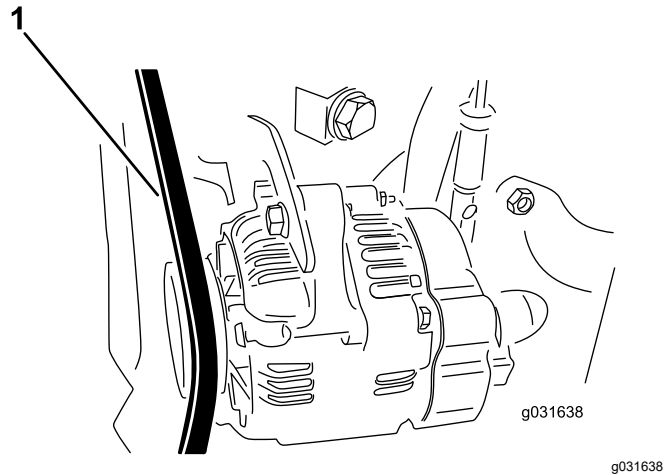

图 59
- 2. 向交流发动机皮带的两个皮带轮中间位置施加 30N 的力量 图 59。